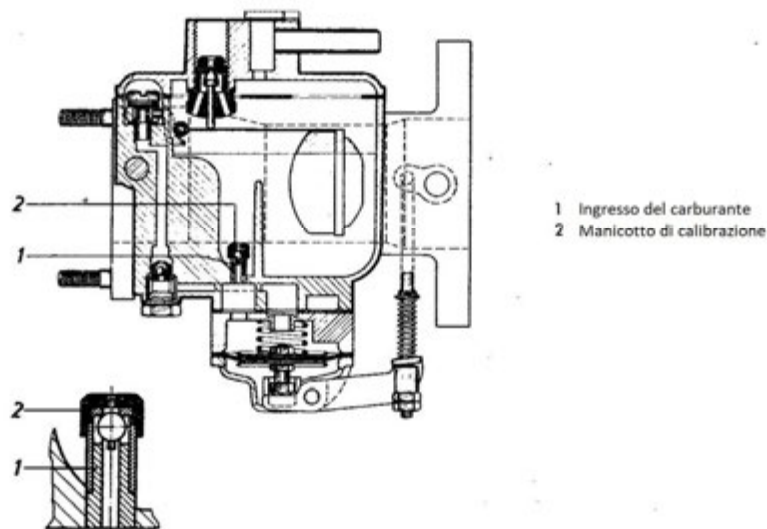

Fig. M 31/018
Una scarsa ripresa dal regime minimo (tra 1000 e 2000 g/m) nei motori col carburatore pressofuso può essere ovviata con la successiva installazione del tubo di miscela n°43 (pezzo n.000 071 09 49) e del manicotto di calibrazione (pezzo n.000 071 03 40). Il tubo di miscela e il manicotto di calibrazione **devono solamente essere installati assieme** (Fig. M 31/018). Il manicotto dev'essere inserito con molta cautela per non formare sbavature sul bordo. Quando si misura il volume della pompata, il collegamento dell'acceleratore non dev'essere manovrato continuamente, perchè il carburante non riesce a fluire attraverso il manicotto di calibrazione troppo rapidamente. Deve esserci un intervallo sufficiente tra le singole pompate, altrimenti la misurazione risulta errata.
Se utilizzati con carburanti a basso n. di ottani e ad alte temperature-ambiente, i motori ad alta compressione tendono ad autoaccendersi per incandescenza e a continuare la combustione dopo che sono stati spenti. Se il motore si autoaccende dopo l'arresto quando utilizzato con carburante a basso n° ottani- il valore minimo prescritto è 89 misurato secondo il metodo ROZ- ciò può essere ovviato installando successivamente una valvola elettrica di interruzione del minimo prodotta dalla Solex (Fig. M 31/020). Il normale getto carburante del minimo viene sostituito dalla valvola d'interruzione del minimo (pezzo n° 000 071 02 92) con il getto speciale del minimo mis. 50 (pezzo n°000 071 27 36). Quando si dà il contatto di accensione, l'elettromagnete (8) attrae il nucleo (2), lo spillo della valvola (9) libera la via, aprendo il getto del minimo e dando così inizio al normale funzionamento al minimo.